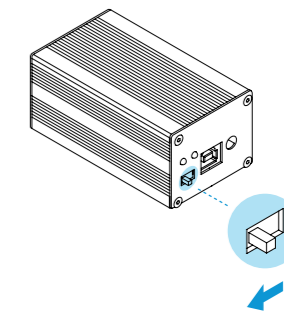

Рисунок 9.
- Включить интерфейсный блок, проверить световую индикацию наличия входного и выходного питания (рисунок 9)